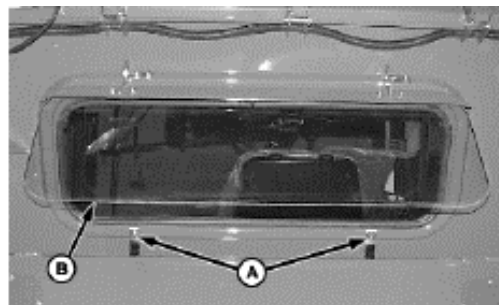

Рис.3.45 – Затискачі (А) та вікно зернобункера (В)
Відпустити затискачі (A) і підняти заслінку зернобункера (B) (рис.3.45).